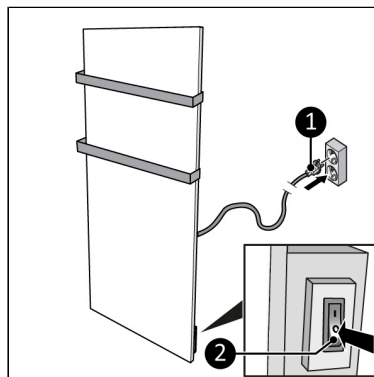

Figure 11.
2. Assurez-vous que le commutateur ON/OFF est en position OFF (Figure 11, pos. 2).
3. Insérez la fiche d'alimentation (Figure 11, pos. 1) dans une prise murale reliée à la terre et facilement accessible. Utilisez une prise murale mise à la terre d'une puissance minimale de 800 watts.